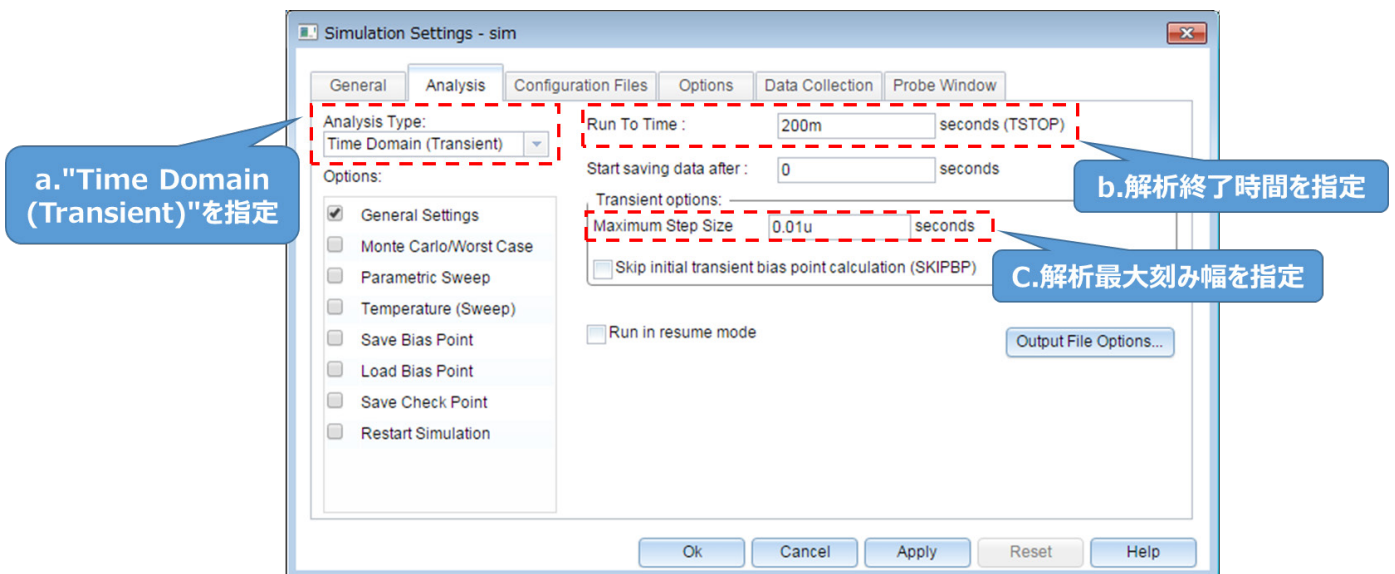

図 5.3 「Simulation Settings」-「Analysis」画面
- (2) (1)の手順後、図 5.3 の「Simulation Settings」ウインドウが表示され、各種解析設定が可能になります。まずは「Analysis」タブにて解析方法の設定を行います。「Analysis Type」は「Time Domain (Transient)」を指定してください。「Run To Time」で解析終了時間を指定し、「Maximum Step Size」にて解析における最大刻み幅を指定してください。